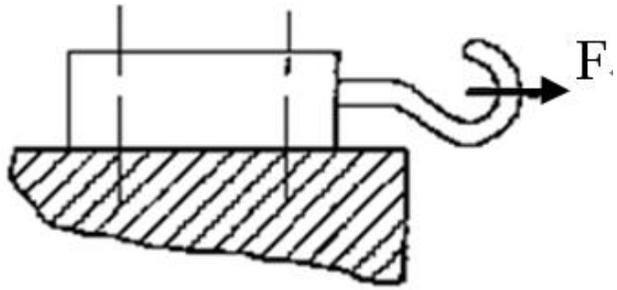

图 9
7. （15分）如题图 9 所示，有一牵曳钩用 2 个 M10（小径  $d_1 = 8.376mm$ ，对应小径  $d_1$  处面积  $55.07mm^2$ ）的普通螺钉固定于机体上，已知螺钉力学性能等级为 4.6 级，装配时控制预紧力，接合面间摩擦系数  $f = 0.15$ 。可靠性系数  $C = 1.2$ ，安全系数取  $S = 1.5$ ，试计算该螺钉组连接可以承受的最大牵引力  $F$ 。